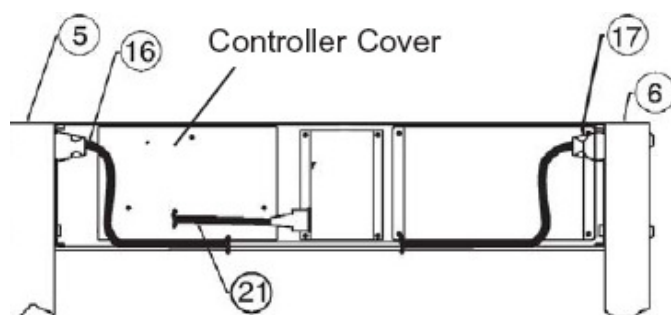

FIGURA 2-7 (Ver la tabla 6-4 para lista de piezas)
3. Retire los tres tornillos que retienen la tapa del controlador. (Ver figura 2-7)